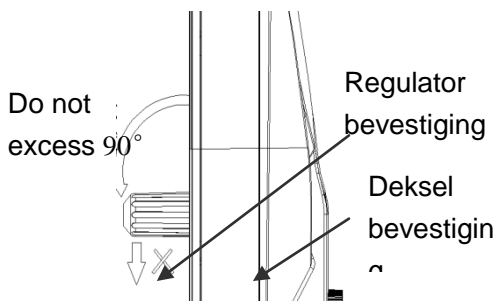

Figuur 13
9. Stel de CO2 drukregelaar knop om "+" positie, om het bier giet door te trekken naar beneden de kraan mechanisme ongeveer 45 °, en u kunt de drukregelaar knop om het bier debiet en bel bier controle aan te passen; (Figuur 13)